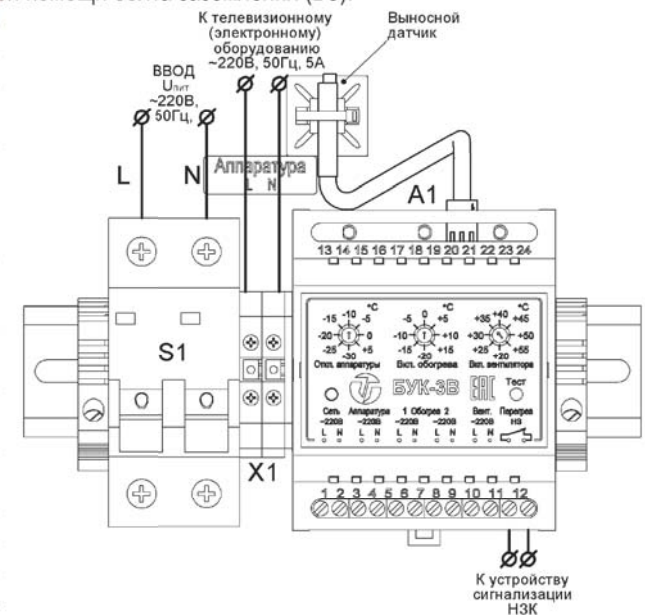

Рис.2. Подключение термощафа
Подключение термощафа производится в соответствии со схемой электрической принципиальной (рис.2 и рис.4). Для подключения необходимо:
2. Подключить телевизионное (электронное) оборудование к клеммам X1 (сечение подключаемых проводов до 6 мм²), при этом фазный провод (L) соединить с контактом 1.1, нулевой провод (N) с контактом 2.1.
4. Подключить БУК-3В (контакты 11 и 12 «Перегрев НЗ») к внешнему устройству сигнализации (рис.2 и рис.4).
5. Подключить кабель питания к входу автомата питания S1 (сечение подключаемых проводов до 25 мм²), при этом фазный провод (L) соединить с контактом 1, нулевой провод (N) с контактом 3 (рис.2 и рис.4).